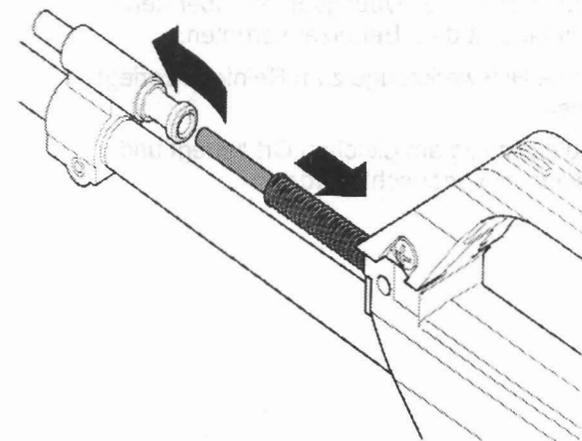

Bild 26 Antriebsstange ausbauen
- ⇒ Antriebsstange gegen den Federdruck bis zum Anschlag nach hinten ziehen (Bild 26).
- ⇒ Einbaulage der Antriebsstange beachten (Bild 26).